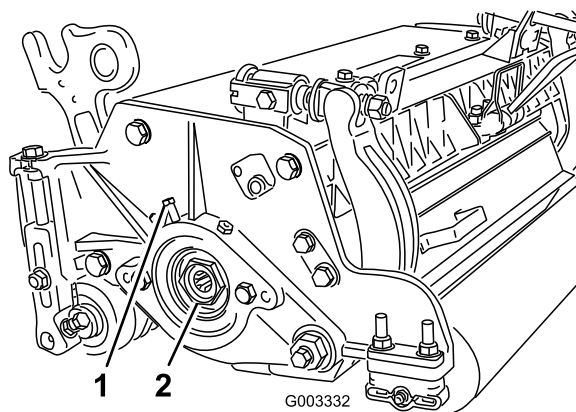

Figura 24
- A. Allentate la vite a testa cilindrica esterna che fissa il dado di regolazione del cuscinetto all'alloggiamento del cuscinetto situato sul lato sinistro dell'apparato di taglio (Figura 24).